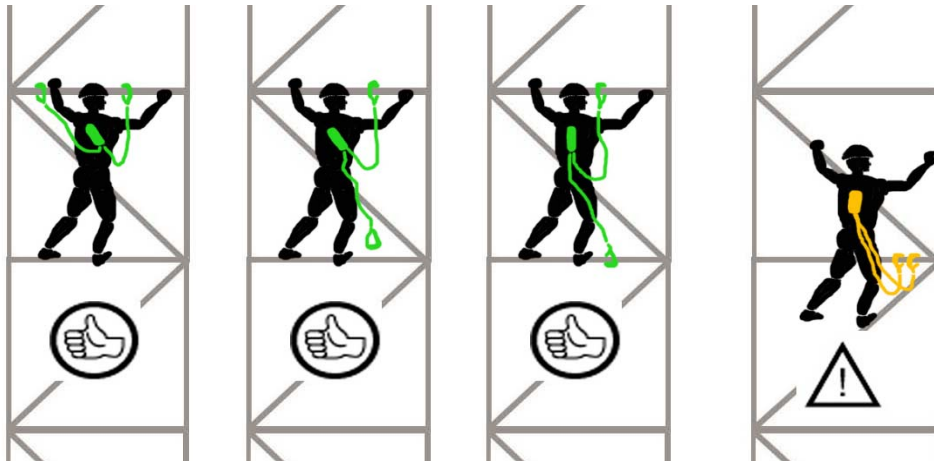

Abbildung 4: Korrektes Anschlagen (Beispiel rechts sollte vermieden werden aufgrund erhöhter Gefahr durch Fallfaktor 2)
Das **Twin Manyard® edge** wird mit dem Karabinerhaken (3) an der Auffangöse des Auffanggurtes befestigt. Der Rohrhooken (4) an den Enden der beiden Verbindungsmittel wird an einem Anschlagpunkt nach EN 795 befestigt (siehe Bild 4). Es ist dabei sicherzustellen, dass die immer der Bandfalldämpfer mit dem Karabinerhaken (3) an der Auffangöse des Auffanggurtes befestigt wird. Eine andere Kombination ist nicht zulässig.